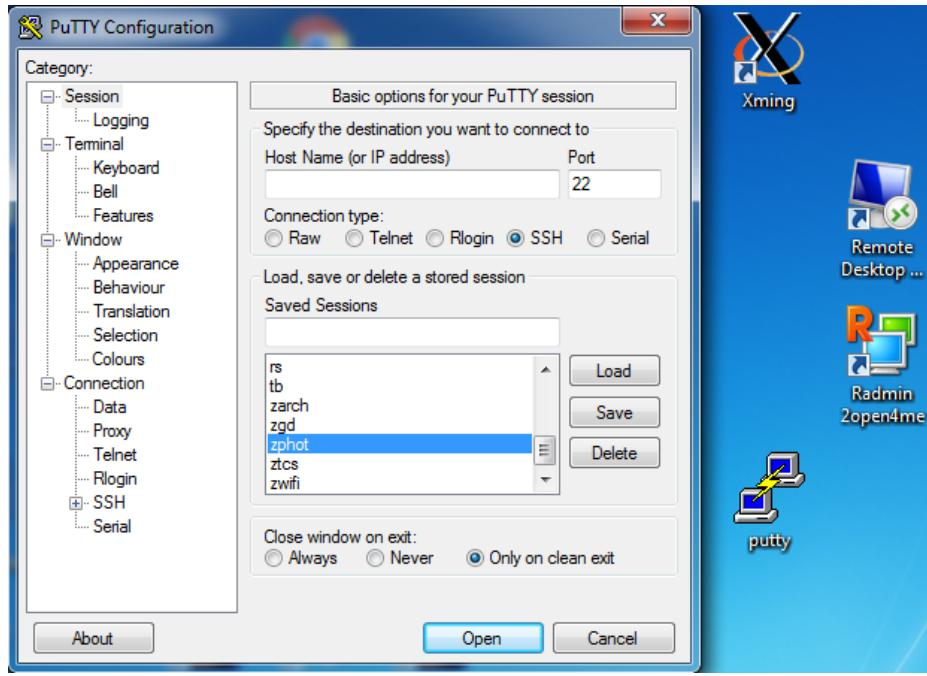

Рис. 33: Иконка Putty и окно выбора подключения к удалённой машине zphot.
2. Для запуска интерфейса системы управления ММРР при работе из среды windows необходимо активировать ssh-соединение при помощи putty (рис. 33).